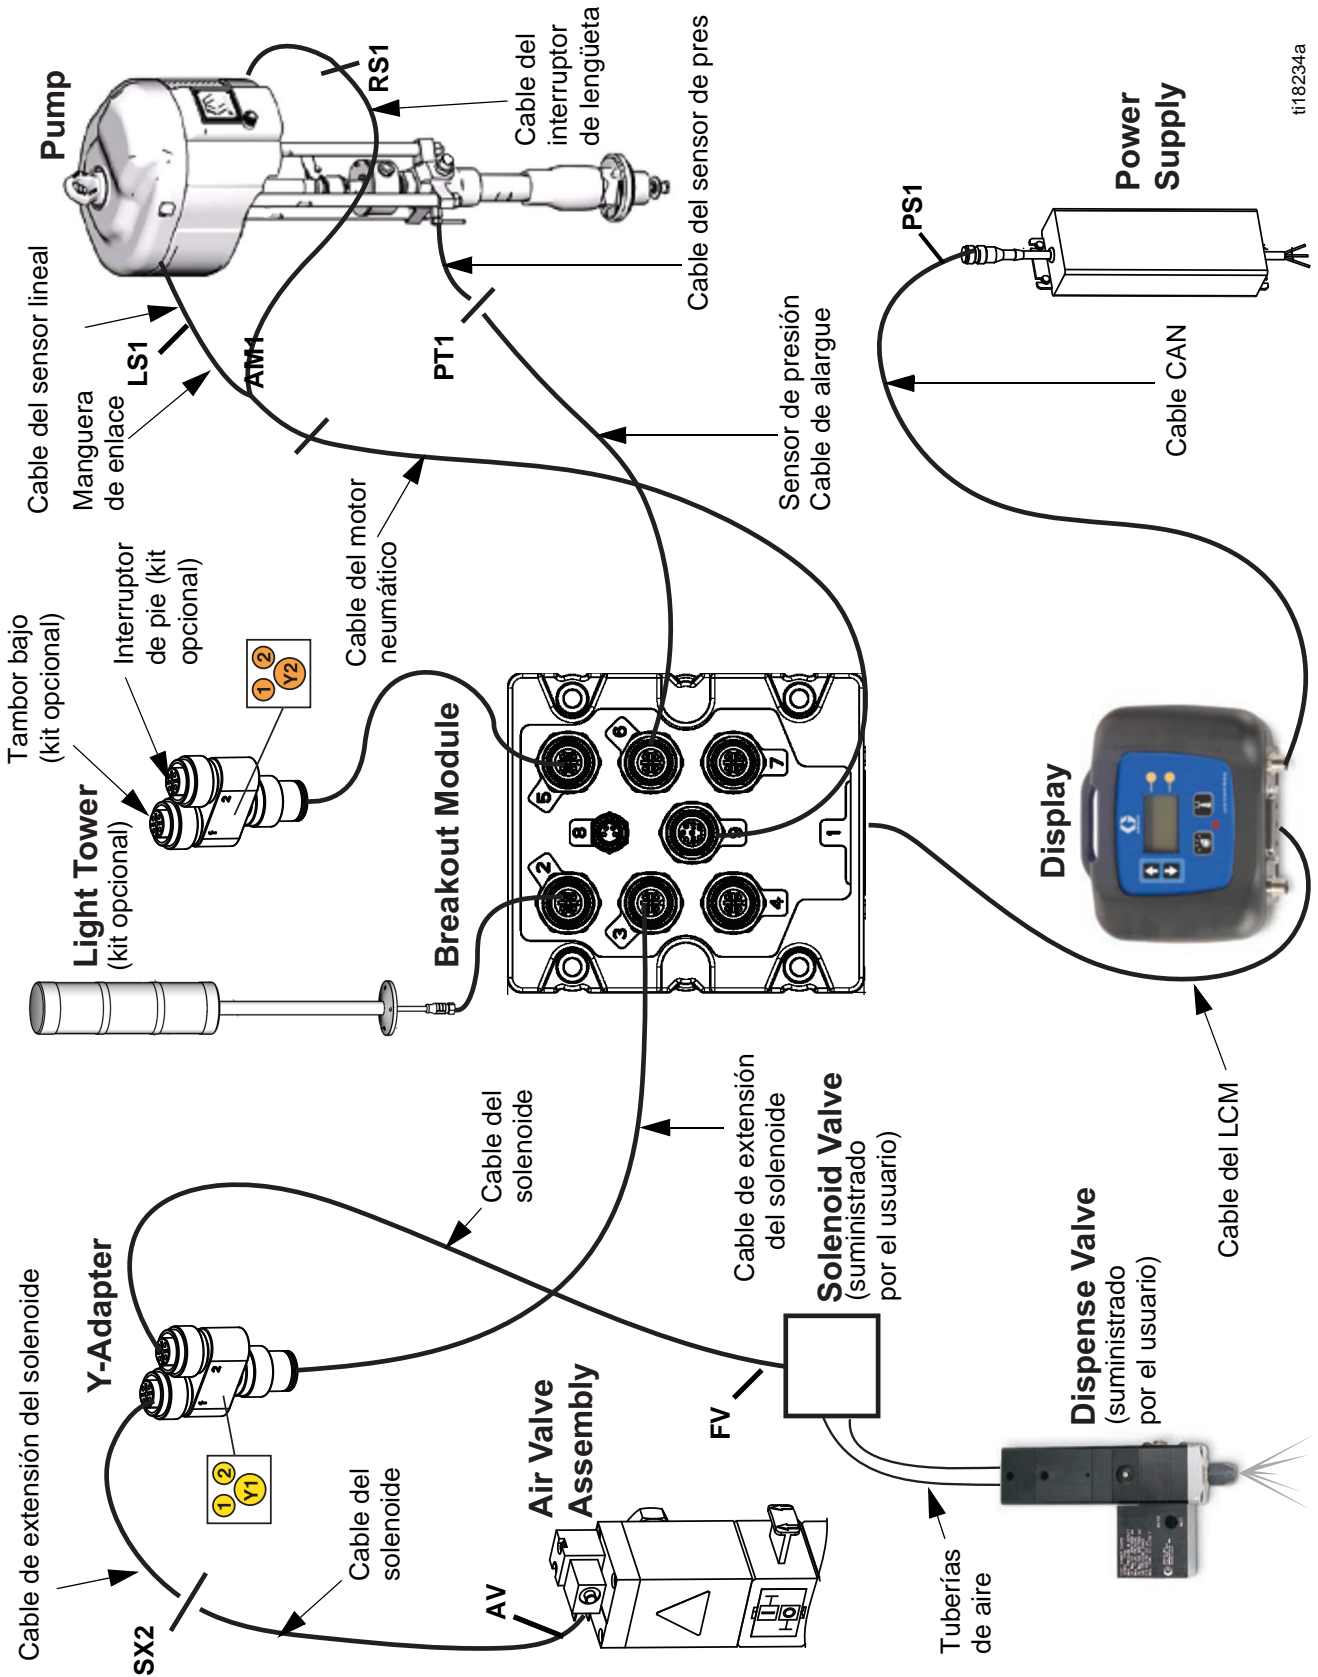

Fig. 63: Conexiones de los cables: S20 con motor NXT grande
8. Instale los cables. Consulte la tabla de identificación de los cables en la página siguiente y la FIG. 63 para ver un diagrama de las conexiones de cable.